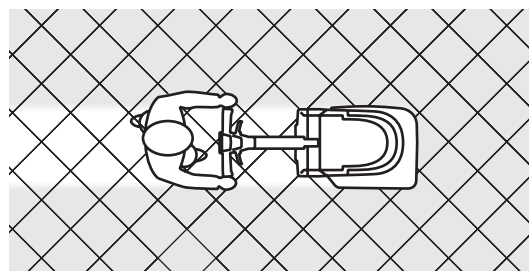

Figura 4
*Dacă este cazul, pentru a usca mai bine liniile de mortar dintre dale, efectuați mișcarea pe diagonală față de podea, după cum este indicat în figura 4.*